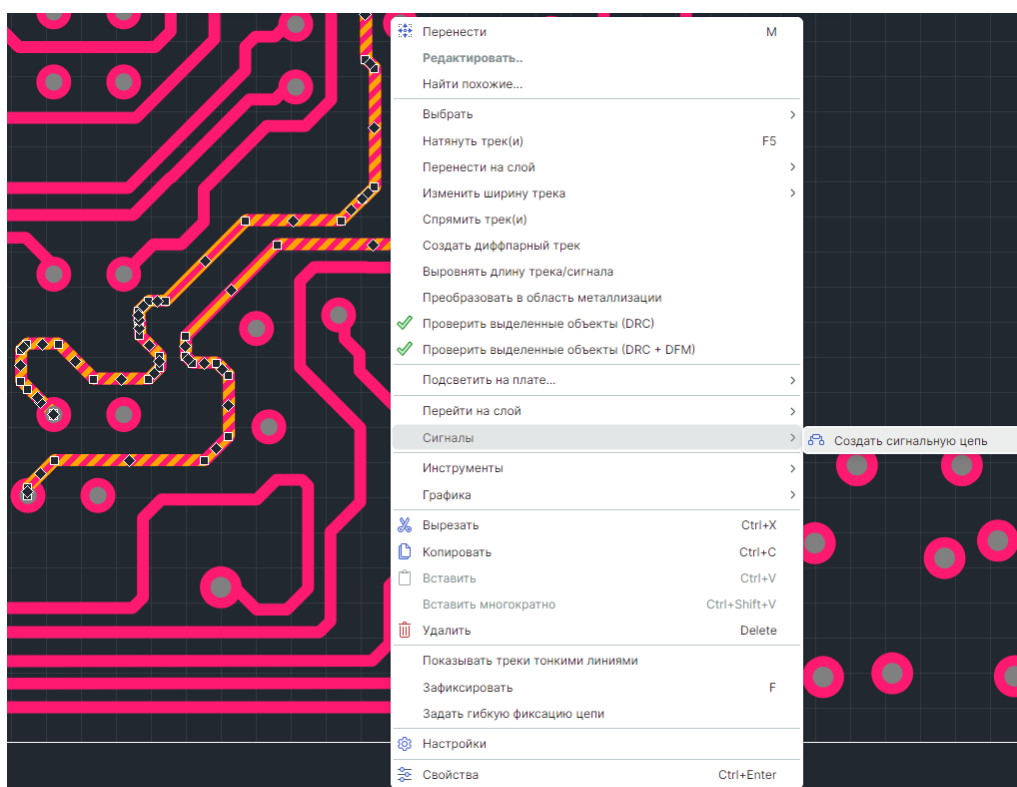

Рис. 353 Предопределение сигнальной цепи на печатной плате
2. Из контекстного меню выберите «Сигналы» → «Создать сигнальную цепь», см. Рис. 353.